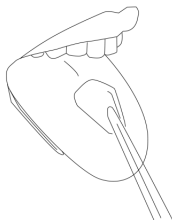

Рис. 5
7.1.4 Насадка для чисти языка (Рис. 5)